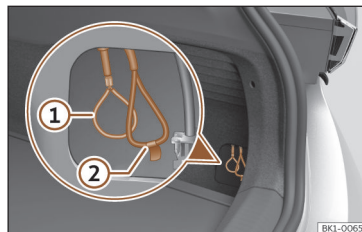

Abb. 52 Hinter der Abdeckung: Ladesteckernotentriegelung ① und Rettungstrennstelle ②.
- Ziehen Sie an der Lasche für manuelle Notentriegelung»» **Abb. 52** ①. Die Lasche besitzt **kein** Fähnchen »» ⚠! Der Ladestecker kann entfernt werden »» ⚠.
Direkt neben der Lasche für manuelle Notentriegelung befindet sich eine Zugschlaufe für die Sicherung des Hochvoltsystems für Rettungswesen»» **Abb. 52** ②. Die Sicherung ist durch ein gelbes Fähnchen gekennzeichnet »» ⚠.